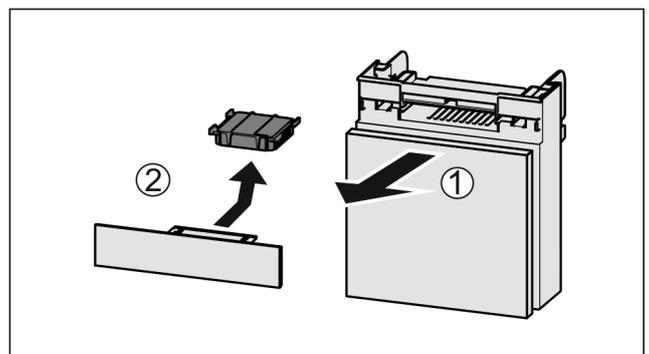

Fig. 104
- ▶ Fach nach vorne herausziehen Fig. 104 (1).
- ▶ Aktivkohlefilter entnehmen Fig. 104 (2).